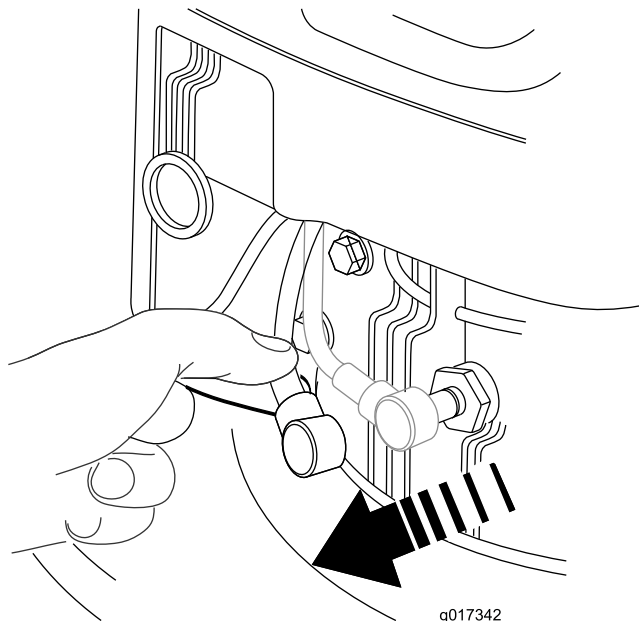

図 19
2. 整備などの前には、必ず点火プラグコードを外す 図 19。